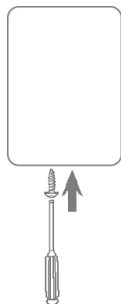

Figura 4
5. Fijar la tapa con el tornillo de la cubierta (ver la Figura 4).